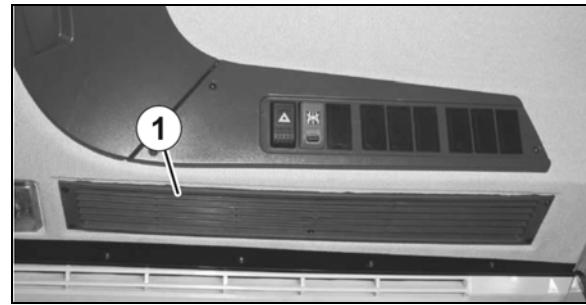

Рис. 183
1. Демонтируйте решетку (Рис. 183/1).